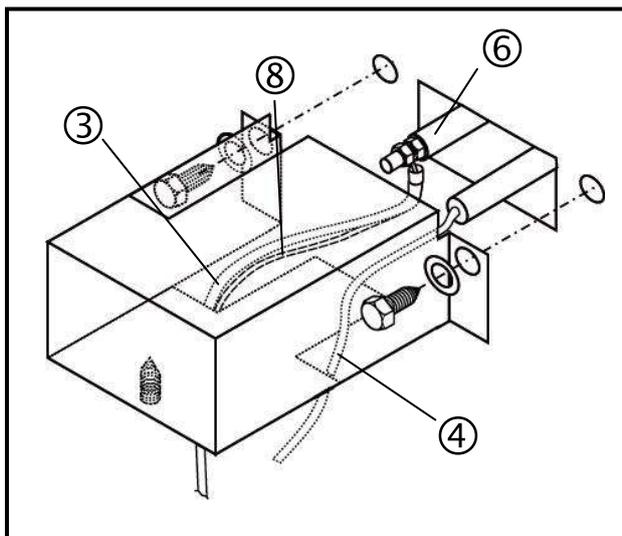
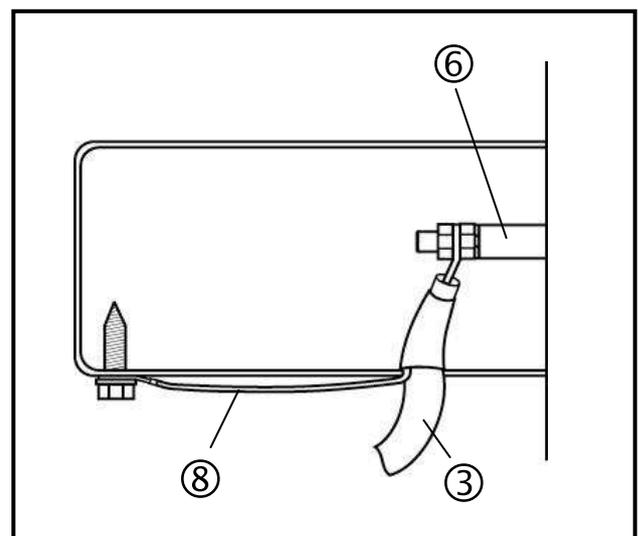

Fig. 20: Montage du capot de protection de la tête d'allumage
Fig. 21 Vue en coupe du montage du capot de protection
- ⇒ Fixez le câble d'allumage (4) sur l'électrode d'allumage (6) (Fig. 20) et le câble de masse (8) par une vis dans le trou situé sur le capot de protection de la tête d'allumage. Veillez à la bonne position. (Fig. 21)